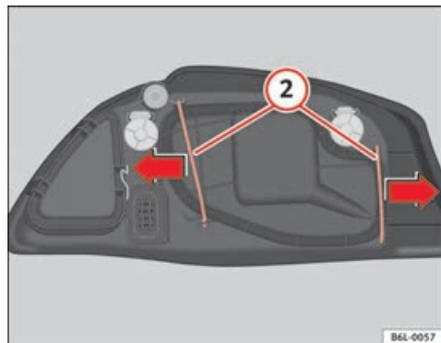

Fig. 151 Lampe du feu de croisement
- Déplacez les tirants ② ⇒ fig. 151 vers l'extérieur, dans le sens de la flèche puis retirez le cache.
- Placer le cache en plastique et les tirants ② ⇒ fig. 151.